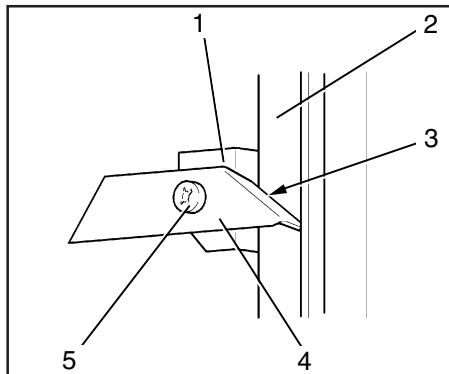

Bild 21 Lösbare Schienensperre (oberer Ausgang) montieren
2. Verriegelungshebel, wie in Bild 21 dargestellt, mit der Kreuzschlitzschraube (21/5) an den Halter anbauen. Dabei muß die abgewinkelte Fläche (21/3) zur Steigschutzschiene zeigen.